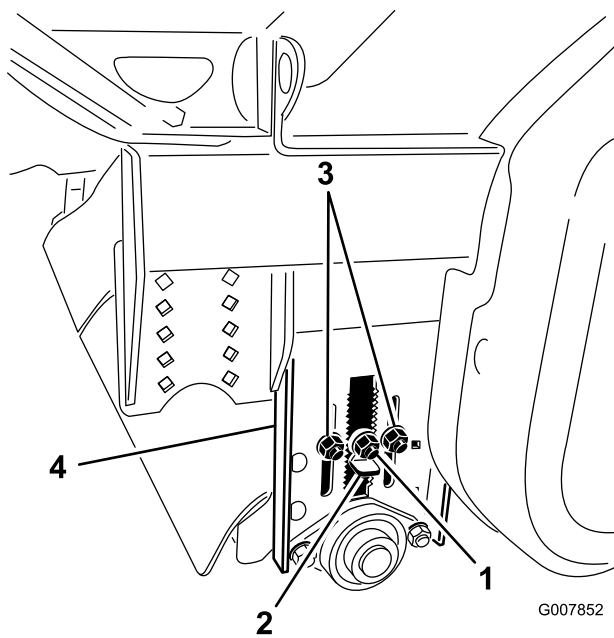

Figure 29
2. Desserrez le contre-écrou sur la clavette de réglage (Figure 29) afin de pouvoir la sortir d'environ 13 mm.
3. Desserrez les contre-écrous de réglage de hauteur de rouleau (Figure 29).
4. Sortez la clavette de réglage de hauteur et montez ou abaissez le rouleau arrière en faisant coulisser la plaque de réglage à la hauteur voulue (Figure 29).